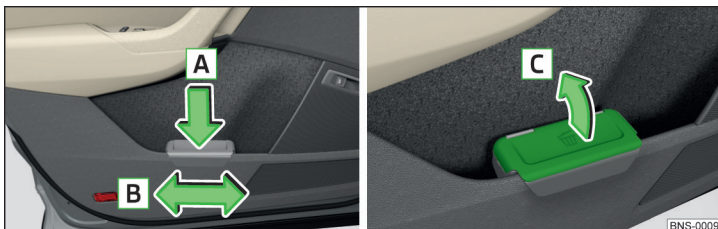

Fig. 117 Cubo de basura: colocar y mover / abrir
- Presione el cubo de basura por el área trasera en el sentido de la flecha **A** » fig. 117.
- Extraiga el cubo de basura en sentido contrario al de la flecha **A** » fig. 117.
- Levantar la tapa en el sentido de la flecha **C** » fig. 117.